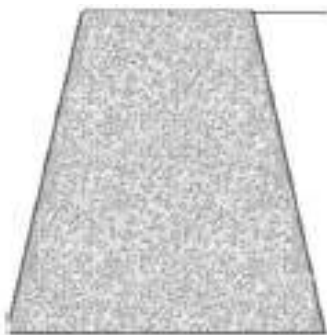

Fig. 43
- i** **NOTA:** Ao moldar, é aconselhável obter uma forma trapezoidal (Fig. 43). Um corte trapezoidal corresponde ao crescimento natural das plantas e resulta num melhor crescimento da sebe, pois irá receber mais luz na extremidade inferior da sebe.